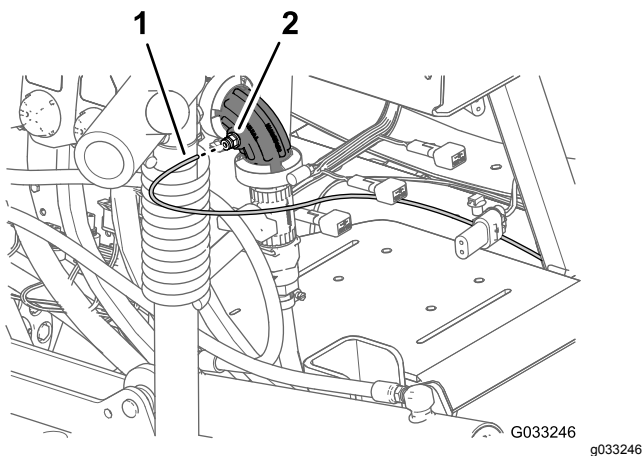
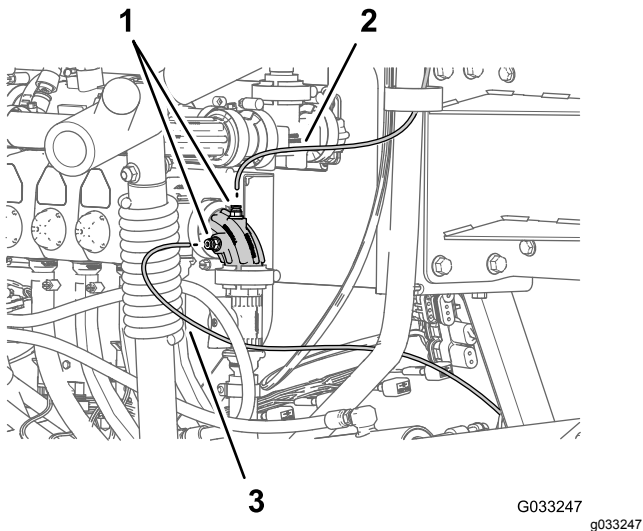

Bild 140
Bild 141
der Schlauchkupplung aus (Bild 140 und Bild 141).
2. Setzen Sie den Messschlauch in den arretierenden Stellring ein, bis er fest sitzt (Bild 140 und Bild 141).